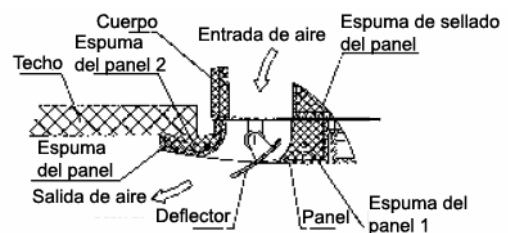

Figura 12
- f. Siga apretando los tornillos bajo los ganchos del panel hasta que el espesor de la espuma colocada entre el cuerpo y la salida del panel disminuya hasta unos 4~6 mm. El borde del panel debe tocar el techo. (Vea la figura 12)